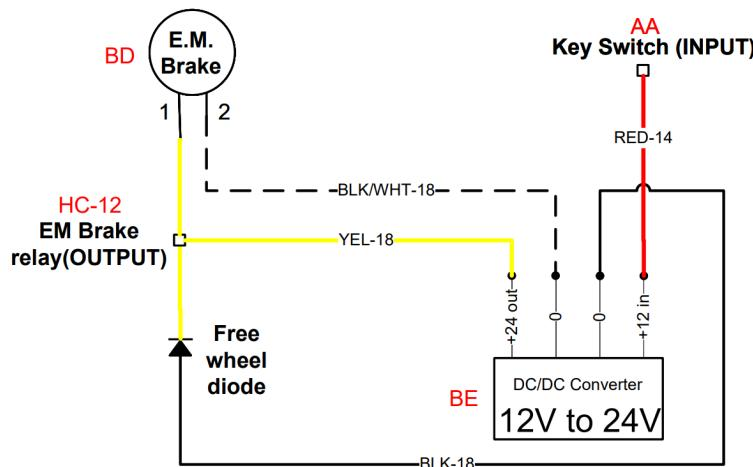

Figure 71. Inspection des bornes d'entrée et de sortie du convertisseur DC/DC.
- 2.1.1. Vérifier la présence d'une tension entre la borne positive (B+) (fil rouge - 14 AWG) et la borne négative (B-) (fil noir - 18 AWG) du convertisseur DC/DC (comme illustré à la figure 71).
- 2.2.1. Vérifier la présence d'une tension entre le fil jaune (18 AWG) et le fil noir/blanc (18 AWG) du convertisseur DC/DC (comme illustré à la figure 71).